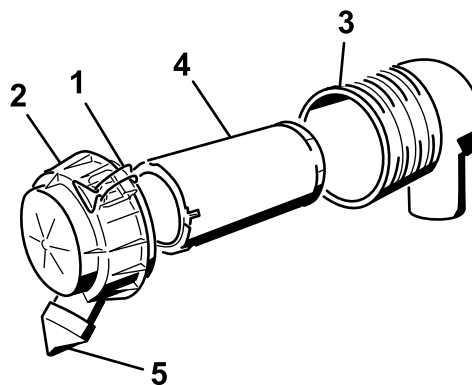

Figura 21
3. Abra los cierres del limpiador de aire y tire de la tapa de la entrada de aire para separarla del cuerpo del filtro de aire (Figura 21).
6. Extraiga con cuidado el filtro del cuerpo del filtro de aire (Figura 21).
8. Instale el filtro con cuidado (Figura 21).
9. Instale la tapa del limpiador de aire con el tapón antipolvo orientado hacia abajo, y cierre los enganches (Figura 21).